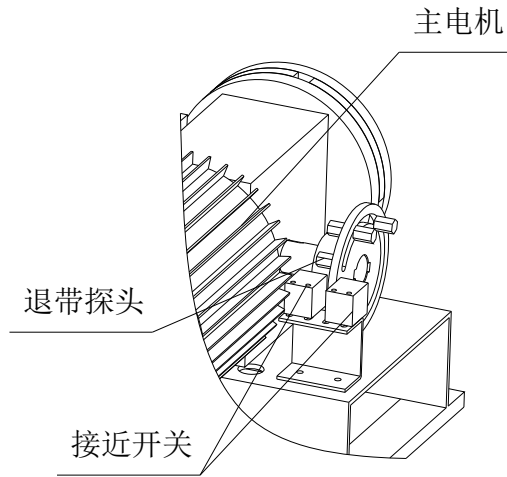

图 3-2
- ①.当两接近开关感应到如图 3-2 所示退带探头时，主电机停转，退带电机启动，机器开始退带。